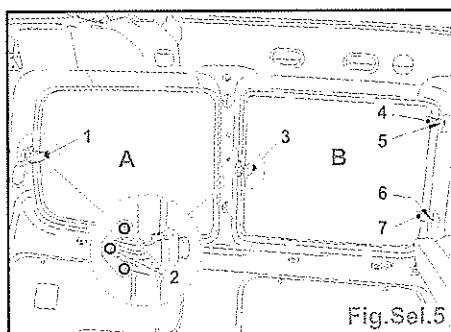

Fig.Sel.5
## Dépose de la vitre (B) (Fig.Sel.5)
- déposer les vis (3), (4), et (7).
- déposer les vis (2), (5), et (6).